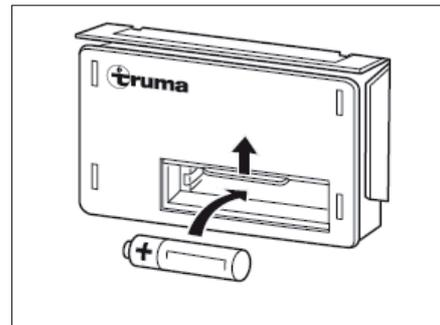

Bild 110 Batteriewechsel
- Die Abdeckung des Batteriefachs am Zündautomaten (Bild 110) nach oben schieben.
- Eine neue Batterie gleichen Typs polrichtig (+/-) in das Batteriefach des Zündautomaten einsetzen (Bild 110). Nur temperaturbeständige (+70 °C) und auslaufsichere Mignon-Batterien verwenden.